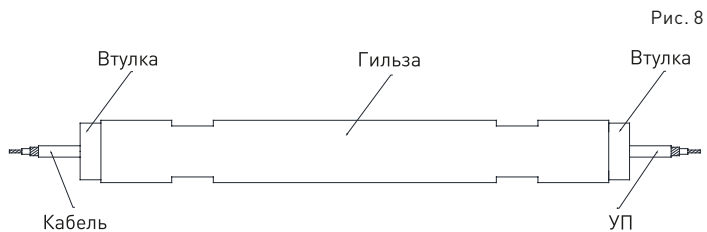

Рис. 8
7.3.6 С помощью линейки отмерить от центра полученного соединения 60 мм (для RGN 01 01) и 70 мм (для RGN-02-01) в каждую сторону и пометить маркером. Надвинуть гильзу на место соединения таким образом, чтобы метки совпали с концами гильзы. Вставить цанги в уплотнения и задвинуть их в гильзу. С помощью рожковых ключей 17/19 попеременно затянуть втулки, проворачивая за один раз по 2-3 витка с каждой стороны, при этом необходимо следить за метками на нагревательном кабеле и установочном проводе, для того чтобы обеспечить расположение места соединения жил по центру гильзы. Окончательный вид соединителя (см. рисунок 8).